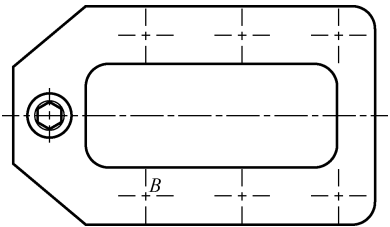

图 6-6 插入一个块
(2) 单击“确定”按钮，返回绘图区，拾取点 A，确定块的插入位置，如图 6-6 所示。
指定插入点或 [基点 (B) / 比例 (S) / 旋转 (R)]:	//捕捉点B, 如图6-6所示